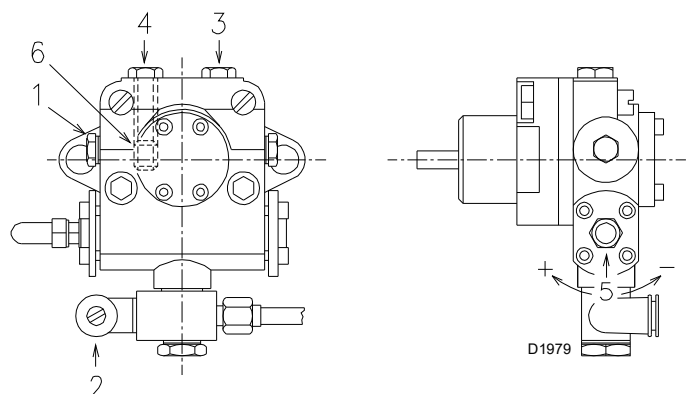

Fig. 31
Pentru ca pompa să se aprindă automat, este esențial să slăbiți șurubul 3)(Fig. 31) pompei, pentru a evacua aerul conținut în conducta de aspirație.
- Selectați combustibilul setând selectorul (Fig. 31) la „OIL”.
- Când uleiul curge prin șurubul 3)(Fig. 31), pompa este pornită.